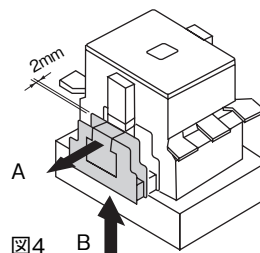

図4
- (1) 補助接点ユニットを矢印Aの方向へ引っ張り2mm程度の隙間をあけた状態で、矢印Bの方向に引き抜いてください。（図4）